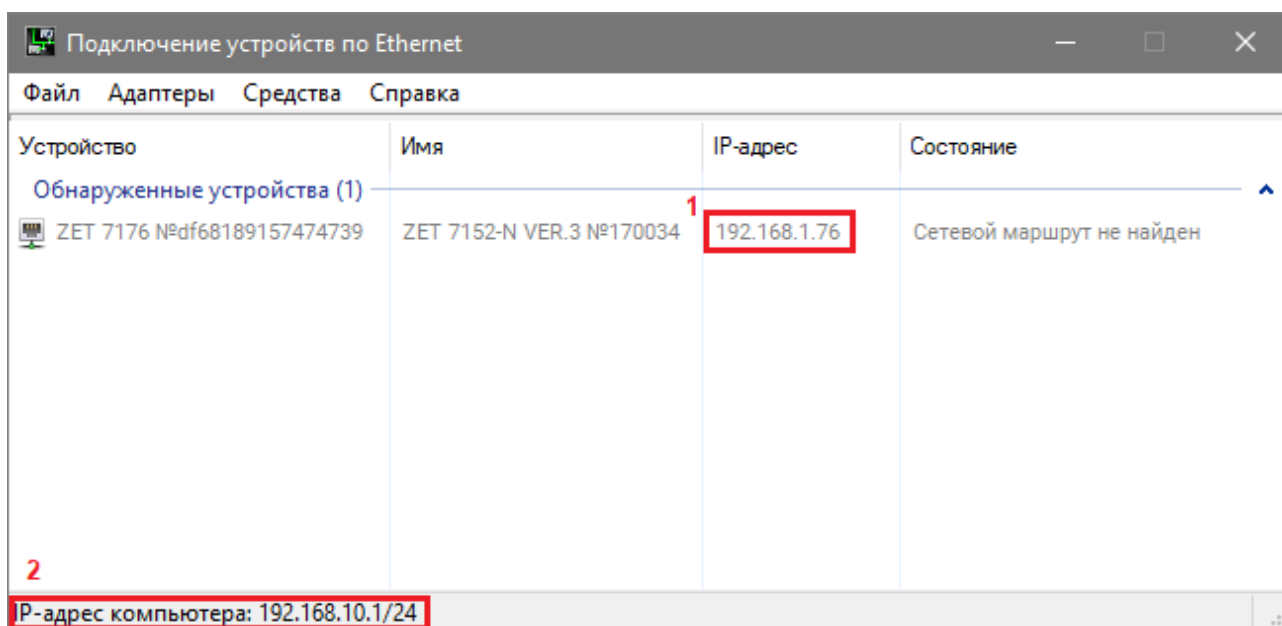

Рис. 3.1 Окно «Подключение устройств по Ethernet»
Для проверки IP-адреса сейсмографа на панели ZETLAB в меню «Сетевые программы» активируйте программу «Подключение устройств по Ethernet». В открывшемся окне программы «Подключение устройств по Ethernet» в столбце «IP-адрес» (1) указан сетевой адрес сейсмографа (Рис. 3.1). Сетевой адрес компьютера отображается в нижней части окна программы «Подключение устройств по Ethernet» (2).